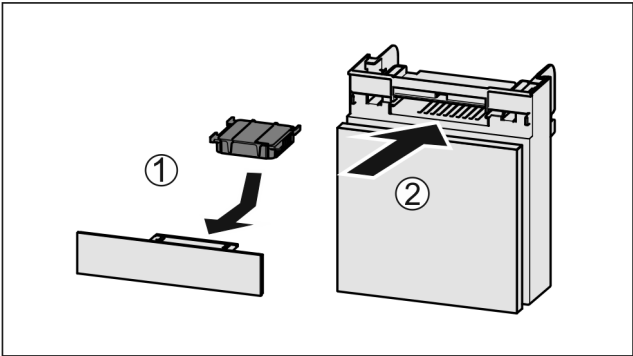

Fig. 144
- 按图装入 Fig. 144 (1)活性炭过滤器。
- 推入 Fig. 144 (2)抽屉。